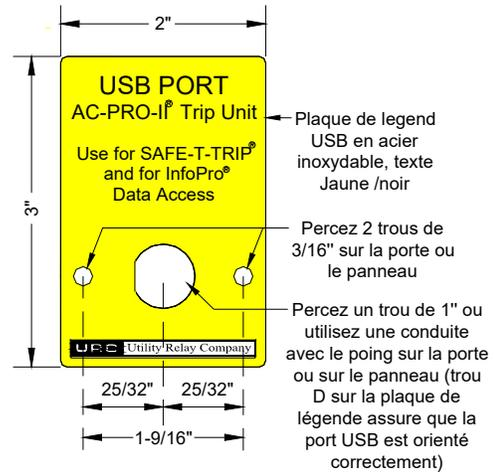

Figure 5.6: Perçage de la plaque d'extension USB
1. Trouvez un endroit approprié sur la porte de la cellule et marquez les trois (3) trous en utilisant les dimensions de la Figure 5.6.
2. Percez deux (2) trous de montage de 3/16".
4. Fixez la plaque de légende USB à l'avant de la porte de la cellule à l'aide de deux (2) écrous 8-32, des écrous et des rondelles de blocage.